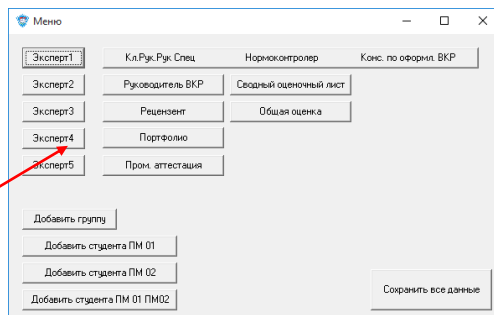

Рис. 3. Выбор оценочного листа «Эксперт»
3. В Главном меню эксперт выбирает оценочный лист, соответствующий номеру эксперту (рис. 3).